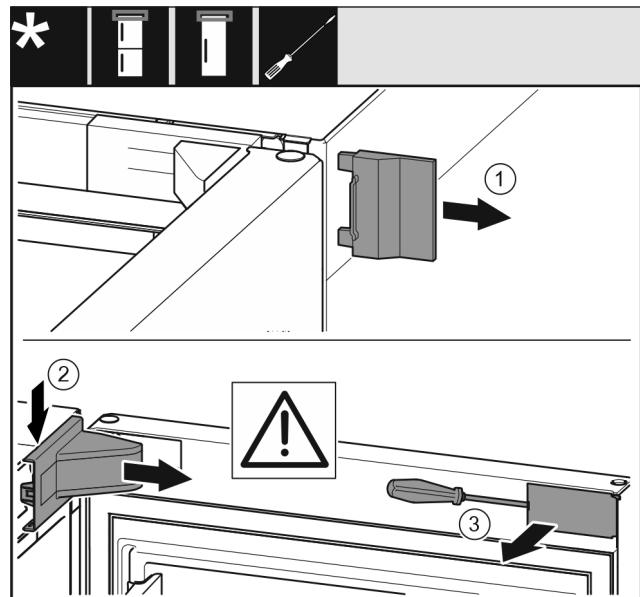

Fig. 8
- Снимите внешнюю крышку. Fig. 8 (1)
► Освободите и отсоедините крышку опорного кронштейна. Снимите крышку опорного кронштейна. Fig. 8 (2)
- При помощи шлицевой отвертки освободите накладку и отведите в сторону. Fig. 8 (3)